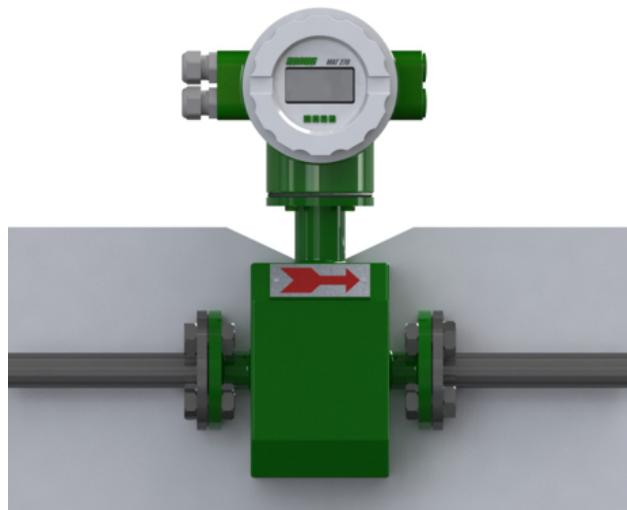

Рисунок 2.6–Теплоизоляция расходомера
- Термоизоляция не должна выступать за указанную отметку (см. **рисунок 2.6**);